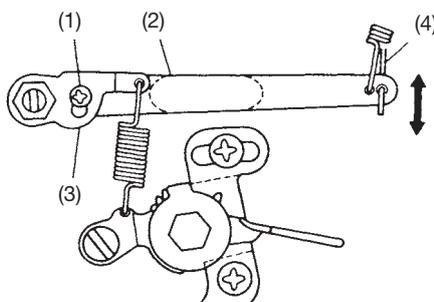

Fig. 12B
- (1) Sørg for, at motoren er slukket; Løsn skruer A (1)
Træk op i regulatorens yderste håndtag (2), tryk regulatorens fjederarm ned (3), og stram samtidig skruer A (Fig. 12B)